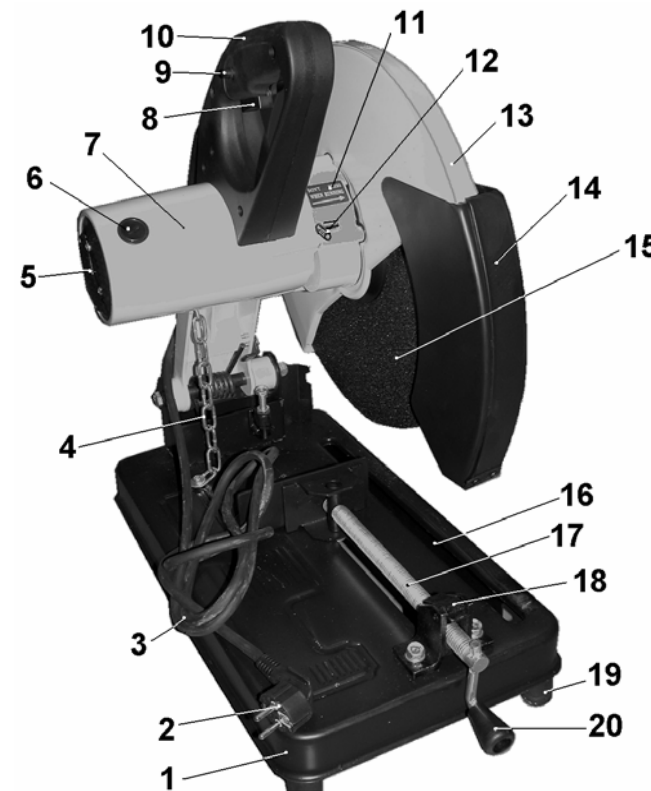

Рис. 2
7. УСТРОЙСТВО (Рис. 2, 3)
8. ТРАНСПОРТНОЕ ПОЛОЖЕНИЕ (Рис. 2, 3)
10.1. Регулировка угла резания заготовки (Рис. 2, 4)
10.1.5. При необходимости повторите регулировку, для чего опустите ручку (10), Рис. 2, установите между плоскостью губок тисков (23) и отрезным диском (15) угольник, угломер, шаблон или образец и отрегулируйте необходимый угол резания.
11. ОСНОВНЫЕ ОПЕРАЦИИ (Рис. 2 - 7)
ВНИМАНИЕ: при полностью опущенной ручке (10) отрезной диск (15) не должен касаться стенок прорези (16) рабочего стола (1) или поверхности опорной поверхности машины (верстака и т.д.), Рис. 2, 3.